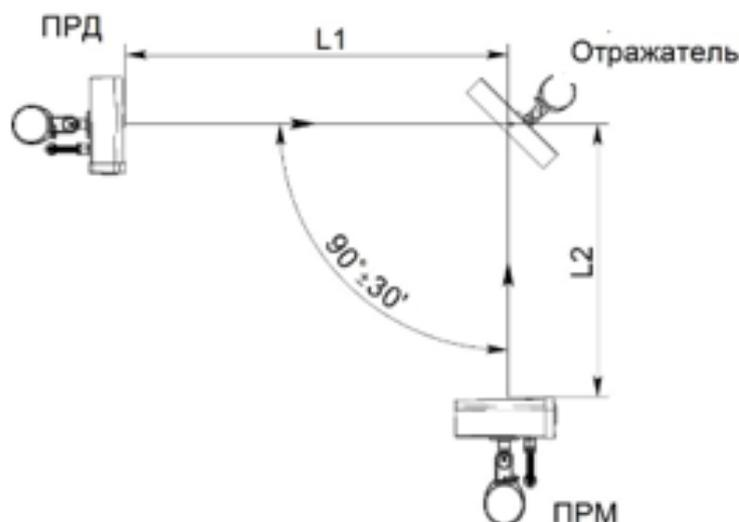

Рисунок 29 – Установка извещателей с применением отражателя
2.3.11.2 При работе извещателей с «Отражателем-МЛ» (рисунок 29) суммарная длина ЗО (L_1+L_2 , где L_1 – расстояние между блоком ПРД и отражателем, L_2 – расстояние между отражателем и блоком ПРМ) не должна превышать: